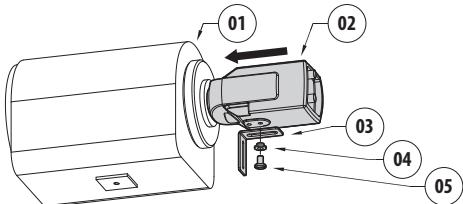

Fig. 8
È possibile fissare un distanziale H-20 (02) all'ottica. Collegare la telecamera e fissare la staffetta a L (Fig. 8, pagina 15). Inserire un distanziale di plastica (01) dello spessore desiderato e fissarlo con la rondella e la vite (03).